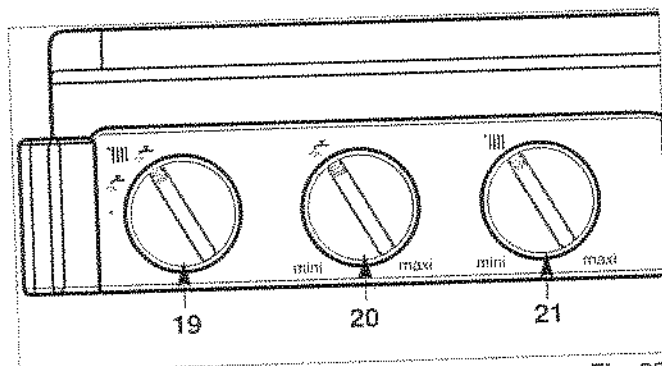
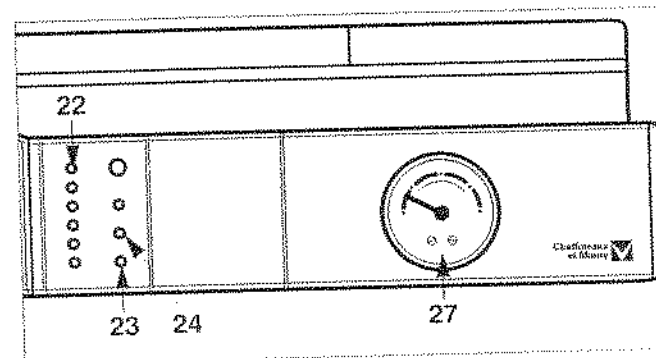

Fig. 23
Fig. 24
- Placez le commutateur "19" (fig. 23) en position « IIII » voyant vert "23" allumé ; le voyant orange "24" (fig. 24) s'allume chaque fois que le brûleur entre en fonction.
Le bouton de réglage du chauffage "21" « IIII » (fig. 23) donne la possibilité d'ajuster la température de l'eau du circuit de chauffage en fonction des besoins saisonniers.
L'indicateur "22" (fig. 24) affiche cette température.
- Placez le commutateur "19" en position arrêt « 0 », extinction du voyant vert "23" (fig. 24).
Ne pas oublier de le rouvrir en début de saison de chauffage, lorsque l'on replace le commutateur "19" (fig. 23) en position « IIII ».